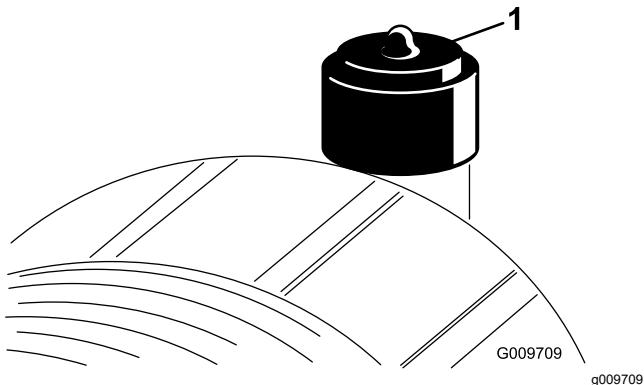

Figura 69
Effettuate la manutenzione del filtro dell'aria quando l'indicatore (Figura 69) lo richiede. Sostituendo il filtro dell'aria prima del necessario si aumenta il rischio che la morchia penetri nel motore quando si toglie il filtro.
- Se la spia (Figura 69) è rossa, resettatela.